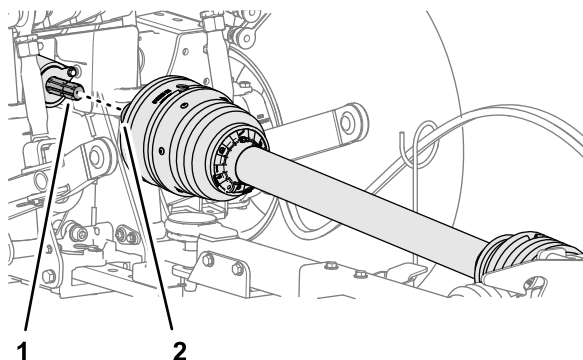

Figure 30
1. Alignez l'accouplement rapide de l'arbre d'entraînement de la PDF et l'arbre de sortie de la PDF (Figure 30).